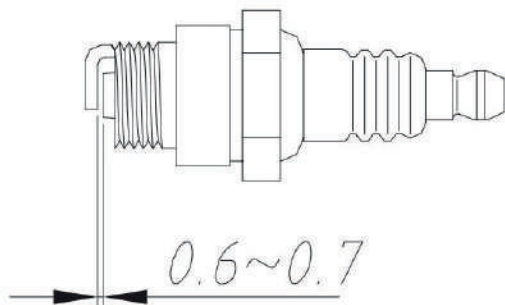

figura 16
(2) Mantenimiento del sistema de combustible
(3) Filtro de aire y tapón.
- d. El modelo de enchufe de esta máquina es 4106J. No utilice otros modelos. Si es necesario cambiarlo, puede comprarlo en el departamento de agricultura local o en el departamento de protección de plantas. como se muestra en la figura 16.